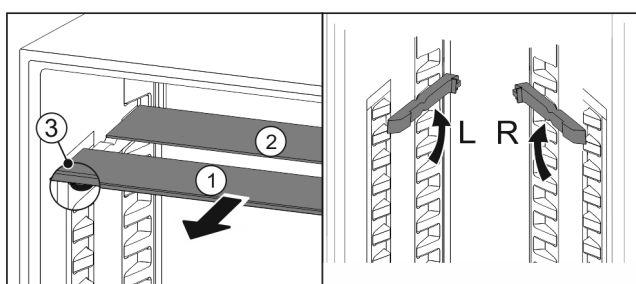

Fig. 58
- ▶ Tõmmake Fig. 58 (1) klaasplaadid üksikult ettepoole välja.
- ▷ Ilulisti klaasplaat Fig. 58 (1) asub ees.
- ▷ Pidurid Fig. 58 (3) on suunatud allapoole.